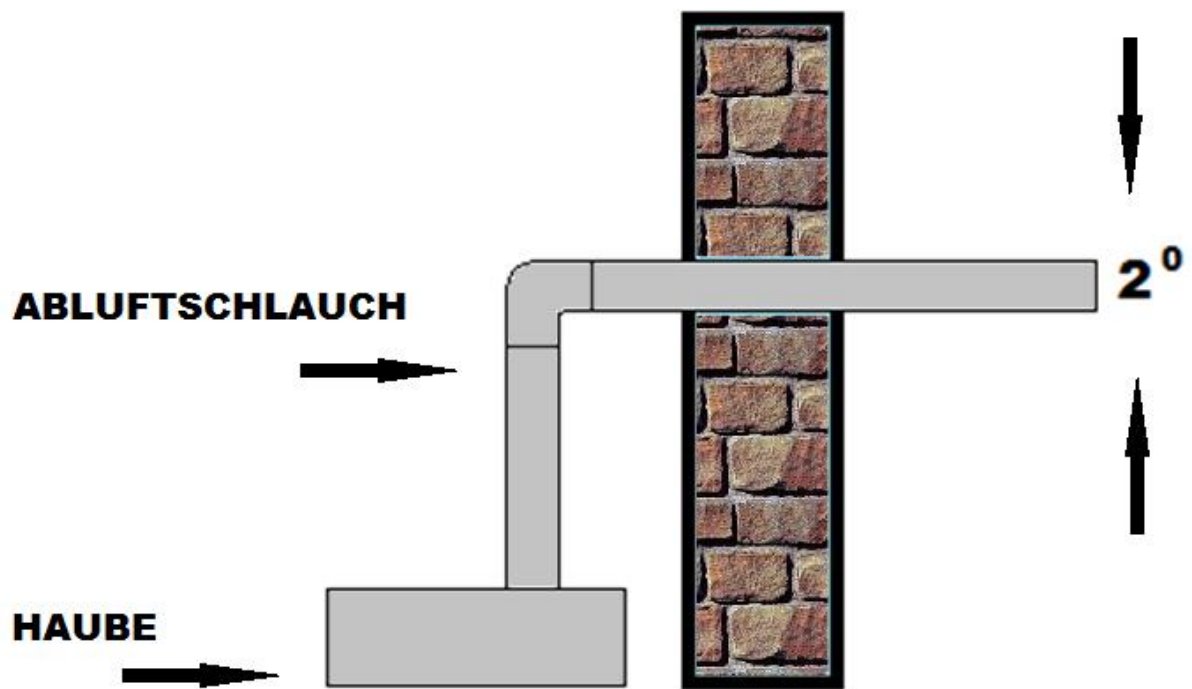

Abb. 1
5. Halten Sie bei waagerechter Verlegung der Abluftleitung ein Mindestgefälle von 1cm/m oder einen Neigungswinkel von 2° ein. Ansonsten läuft Kondenswasser in den Motor der Abzugshaube (siehe Abbildung 1).